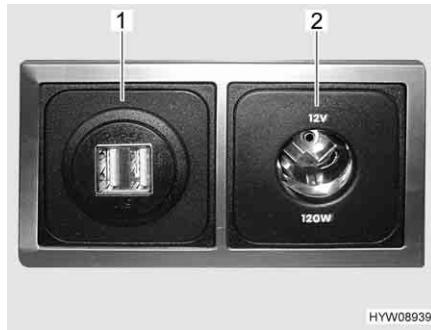

Fig. 102 Presa USB e 12 V
**Presa USB** È possibile caricare le batterie di dispositivi con corrente di carica fino a 2,5 A, collegando i dispositivi alle prese USB (Fig. 102,1).
**Presa a 12 V** Le prese da 12 V (Fig. 102,2) consentono di collegare apparecchi con consumo di corrente massimo pari a 10 A (potenza pari a 120 W).